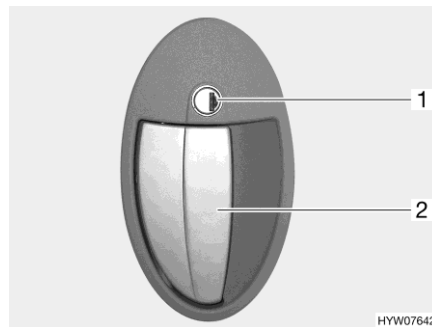

Bild 28 Türschloss (Eingangstür außen)
- Schlüssel in Schließzylinder (Bild 28,1) stecken und im Uhrzeigersinn drehen, bis das Türschloss entriegelt ist.
- Am Türgriff (Bild 28,2) ziehen. Die Tür ist geöffnet.
- Schlüssel in Schließzylinder (Bild 28,1) stecken und entgegen dem Uhrzeigersinn drehen, bis das Türschloss verriegelt ist.